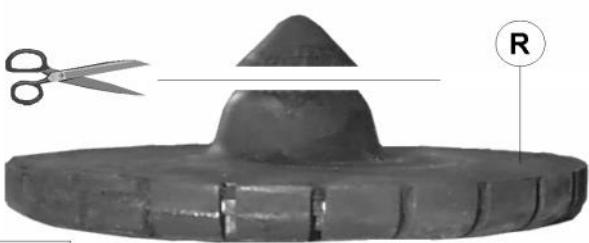

fig.1.
4. Schneiden Sie der Oberseite des Hauptfedergummis **R** ab. Siehe Bild 1.